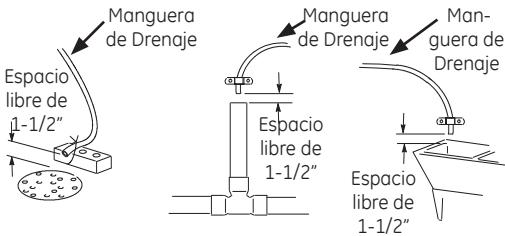

Figura 1
Es necesario un drenaje para el agua de regeneración (Ver la Figura 1). Es recomendable un drenaje por el suelo, cerca del suavizante de agua. Otras opciones de drenaje son una tubería para lavandería, un tubo vertical, etc. Coloque de forma segura la manguera de la válvula de drenaje. Deje un espacio libre de 1-1/2" entre el extremo de la manguera y el drenaje. Este espacio es necesario para evitar el flujo regresivo de agua de cloaca en el suavizante de agua. No coloque el extremo de la manguera de drenaje en el drenaje.
- Dirija la manguera de drenaje o la tubería de cobre al drenaje del suelo u otro punto de drenaje adecuado. Asegure la manguera de drenaje. Esto evitará los "latigazos" durante las regeneraciones. Consulte la sección "Requisitos del Espacio Libre" (Figura 1).